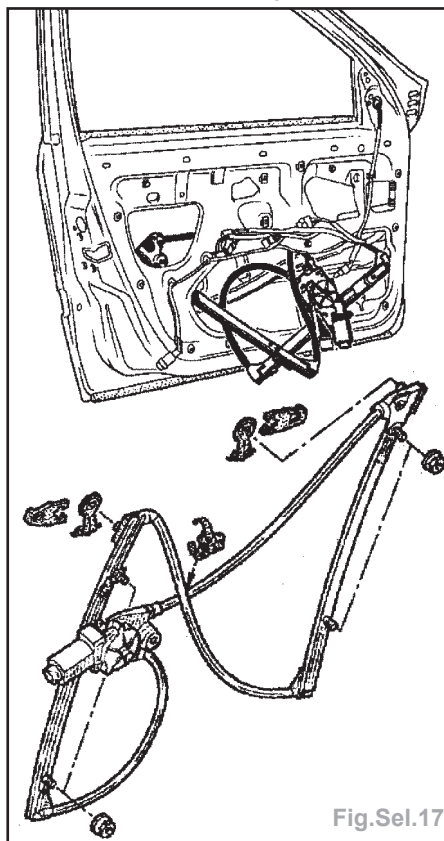

Fig.Sel.17
- Dégager le lève-vitre par le trou inférieur du caisson de porte (Fig.Sel.17).